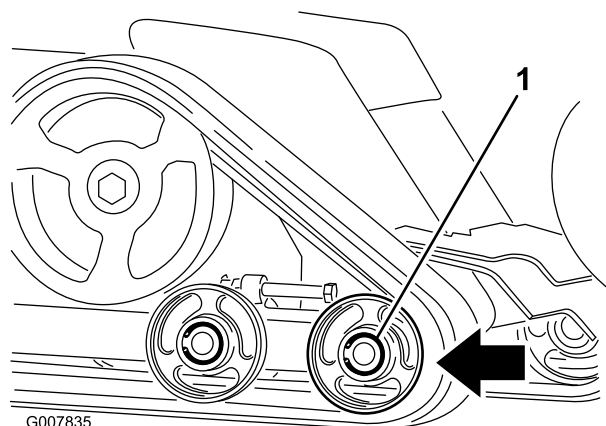

Figura 50
6. Empuje la rueda de rodaje delantera todo lo posible hacia atrás (Figura 50).
8. Una vez retirada la oruga de la rueda de rodaje, retírela de la máquina (**Figura 50**).
9. Empezando en la rueda motriz, pase la oruga nueva alrededor de la rueda, asegurándose de que los dientes de la oruga encajen entre los espaciadores de la rueda (**Figura 50**).
10. Introduzca la oruga por debajo y entre las ruedas de rodaje trasera y central (**Figura 50**).